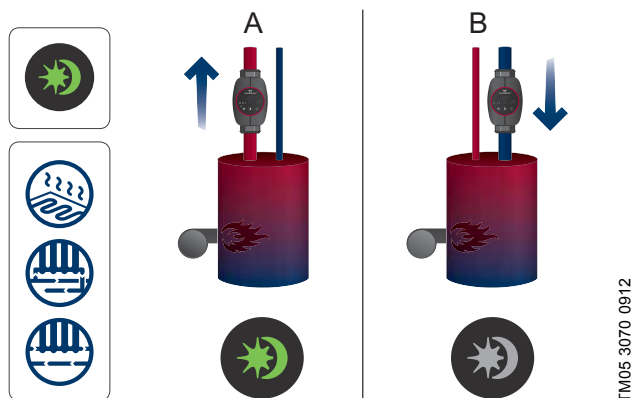

Рис. 22 Автоматический ночной режим
- Насос должен быть встроен в подающую магистраль. См. рис. 22, поз. А. Функция автоматического ночного режима не работает, если насос установлен в обратную трубу системы отопления. См. рис. 22, поз. В.